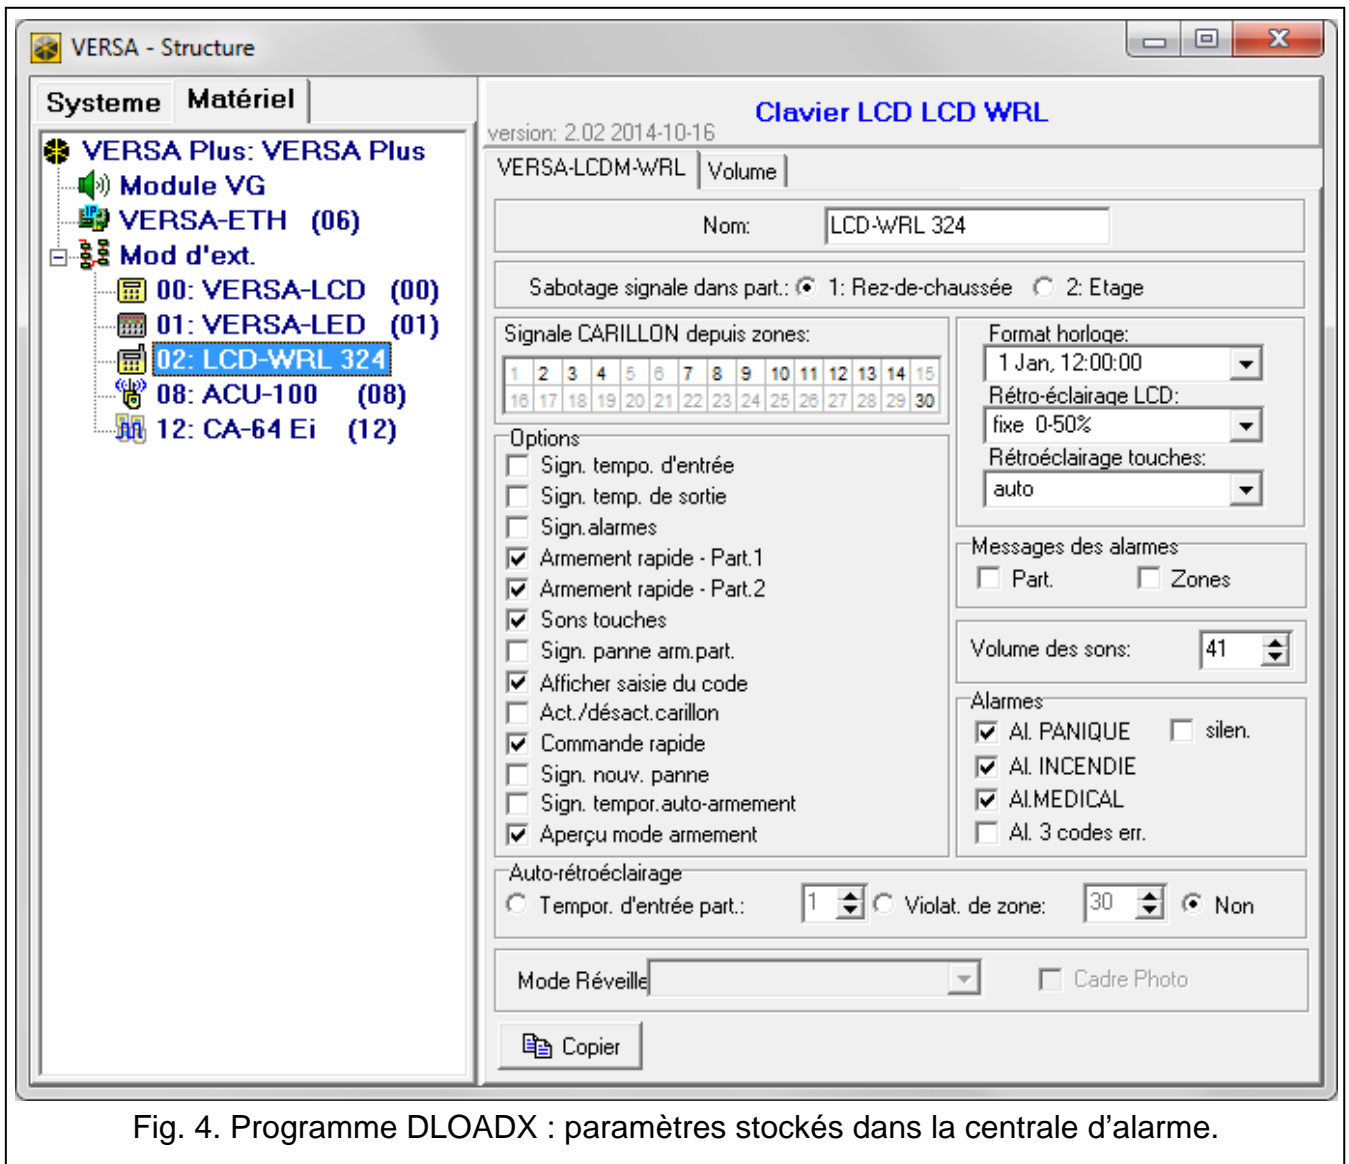

Fig. 4. Programme DLOADX : paramètres stockés dans la centrale d'alarme.
- programme DLOADX : →fenêtre « Versa – Structure » →onglet « Matériel » →branche « Modules d'extension » →[nom du clavier] (voir : fig. 4),